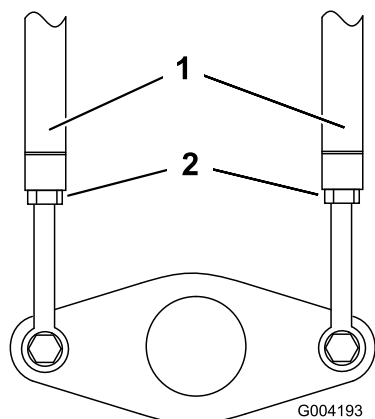

Bild 54
3. Lösen Sie die Klemmmuttern an den Zugstangen unter dem Armaturenbrett (Bild 54).